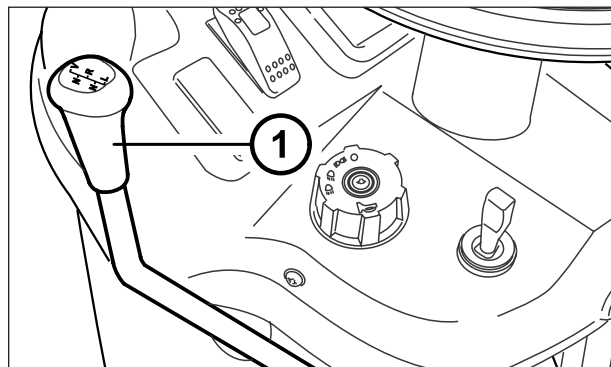

Fig. 81 - Palanca selección marchas
- 1- Palanca selección marchas (1 Fig. 81)